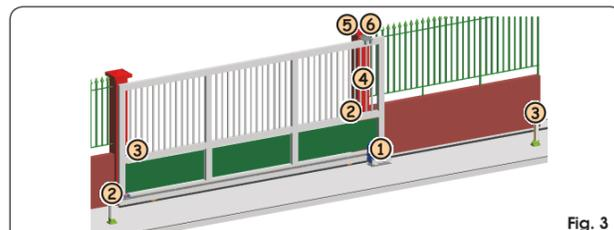

Fig. 3
4. Coloque los cables eléctricos para la conexión con los accesorios y la alimentación eléctrica como se indica en la Fig. 3.
Siga escrupulosamente los puntos 10, 11, 12, 13 y 14 de las OBLIGACIONES GENERALES PARA LA SEGURIDAD. Siguiendo las indicaciones de la Fig. 3 coloque los cables en las canalizaciones y realice las conexiones eléctricas con los accesorios elegidos. Separe siempre los cables de alimentación de los cables de mando y de seguridad (pulsador, receptor, fotocélulas, etc.). Para evitar cualquier interferencia eléctrica utilice vainas separadas.